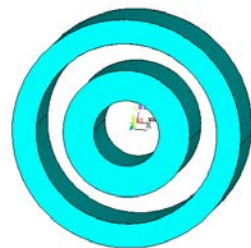

图 11-13 内外环模型
⑦生成内环：在弹出的“Hollow Cylinder”对话框中，“WP X”后面输入 0，“WP Y”后面输入 0，“Rad-1”后面输入 9.7，“Rad-2”后面输入 5，在“Depth”后面输入 11，单击“OK”按钮。绘制的结果如图 11-13 所示。